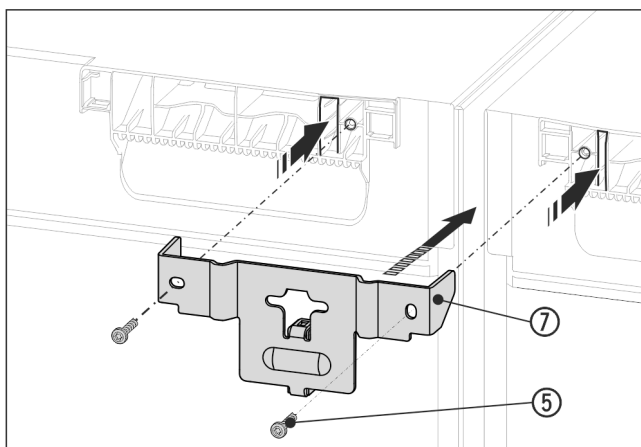

Fig. 15 Príklad zobrazenia
- ▶ Uholník Fig. 15 (7) s dištančným dielom zasunú medzi zariadenia a strmeňmi do stropu zariadenia. Priskrutkujte ho pomocou 2 skrutiek Fig. 15 (5).